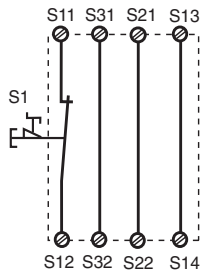
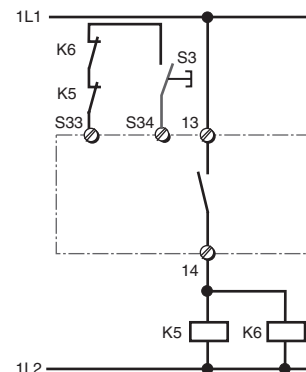

Fig. 2: Eingangskreis einkanalig, automat. Start/Single-channel input circuit, automatic reset/Commande par 1 canal, validation automatique
Fig. 10: wie Fig. 9 mit überwachtem Start/ Like Fig. 9 with monitored reset/ Comme Fig. 9 avec surveillance du pousoir de validation
In Fig. 2 ... Fig. 10 sind Anschlußbeispiele für NOT-AUS-Beschaltung mit automatischem und überwachtem Start, Schutztüransteuerungen sowie Kontaktvervielfachung durch externe Schütze.
- Fig. 2 und 7: **keine** Verbindung S33-S34
Beachten Sie bei Fig. 2 und 7: Das Gerät startet bei Spannungsausfall und -wiederkehr automatisch. Verhindern Sie einen unerwarteten Wiederanlauf durch externe Schaltungsmaßnahmen.
In Fig. 2 ... Fig. 10 are connection examples for Emergency Stop wiring with automatic and monitored reset. Safety gate controls as well as contact expansion via external contactors.
- Fig. 2 and 7: S33-S34 **not** connected
Please note for Fig. 2 and 7: the device starts automatically after loss of power. You should prevent an unintended start-up by using external circuitry measures.
Les figures 2 à 10 représentent les différents câblages possibles du PNOZ X3P à savoir : poussoir AU avec réarmement automatique ou auto-côntrolé, interrupteurs de position et augmentation du nombre des contacts de sécurité par contacteurs externes.
- Fig. 2 et 7: **pas** de câblage sur S33-S34
Dans le cas de la figure 2 et 7, l'appareil se réarme automatiquement après une coupure et une remise sous tension. Évitez tout risque de redémarrage par un câblage externe approprié.